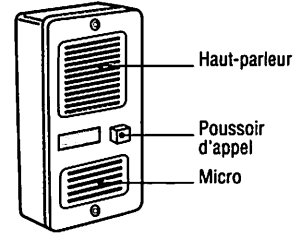

Fig. 14 : Poste extérieur à encastrer.
- un boîtier extérieur avec porte-étiquette, bouton-poussoir, microphone et haut-parleur (fig. 14) ;